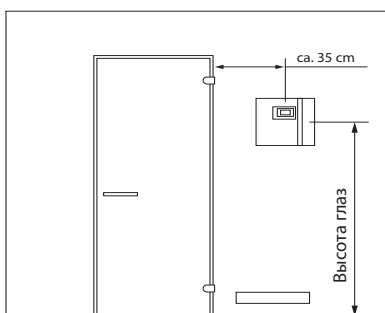

Рис. 3
1. Отверстия $\varnothing 3$ мм для входящих в объем поставки шурупов 4 x 20 мм размещаются соответственно указанным на рис. 3 + 3.1 размерам.